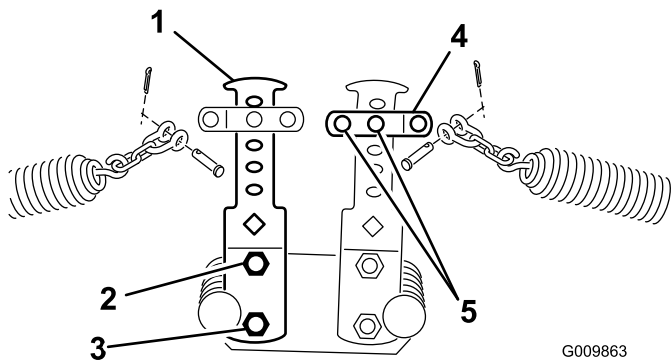
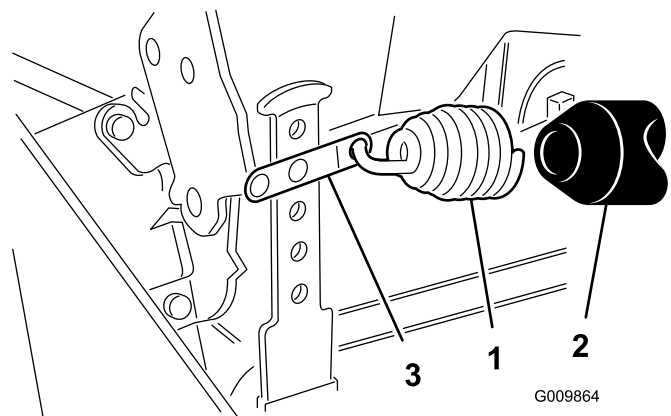

Bild 15
Bild 16
4. Befestigen Sie das andere Ende der Feder mit der Federkette, der Lastöse, dem Lastösenbolzen und dem Splint am entsprechenden Loch (siehe unten) an den vorderen und hinteren Gegengewichtarmen (Bild 15 und Bild 16).
- Befestigen Sie das andere Ende der Feder mit der Federkette, der Lastöse, dem Lastösenbolzen und dem Splint am zweiten Loch von oben (Bild 15).
- Setzen Sie am hinteren Gegengewichtarm die Plastikabdeckung auf die Feder, bevor Sie das andere Ende der Feder in die Federkette im zweiten Loch von oben einhaken (Bild 16).
- Befestigen Sie das untere Ende des Gegengewichtarms mit der vorher abgenommenen Schraube und Mutter am Rahmen. Ziehen Sie die obere Schraube fest (Bild 15).